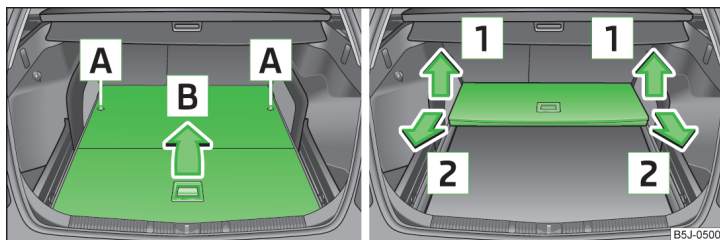

Fig. 68 Plegar/retirar el piso de carga variable
- Desbloquee el piso de carga variable girando los pernos de seguridad **A** hacia la izquierda, aprox. 180° » fig. 68.
- Levante el suelo de carga variable en el sentido de la flecha **1** » fig. 68 y extraígalo tirando de él en el sentido de la flecha **2**.